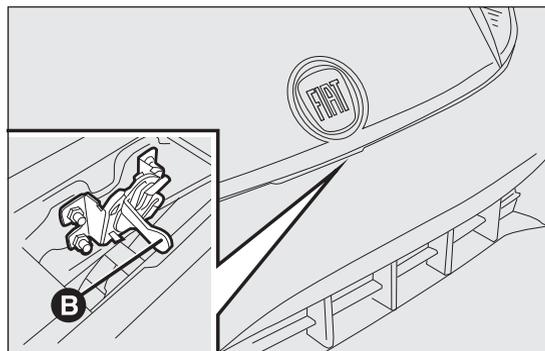

fig. 89
- agire sulla levetta B fig. 89 e sollevare il cofano;